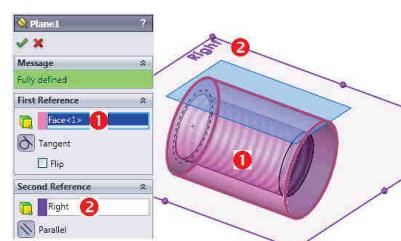
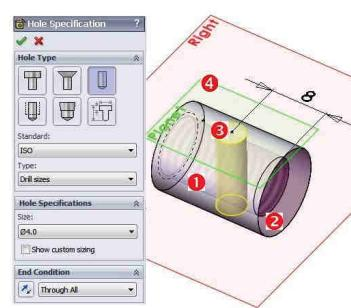

Fig. 2.54
Fig. 2.55
**5 Creare plan de referință:** comanda **Plane** - Fig. 2.54 –
**First Reference:** selecție față ① / activare tangentă / **Second Reference:** selecție plan **Right** / activare constrângere de paralelism / .
**6 Generare gaură φ4:** comanda **Hole Wizard** - Fig. 2.55
• **Positions** - activare caseta **Positions** / click pe față ①/ tasta ESC / cu tasta Ctrl selecție **Plane1** ④ și markerul găurii \* ③/ impunere constrângere **On Plane** / / preluare comanda **Smart Dimension** / cotare 8 mm între markerul găurii \* ③ și față ② / .
**5 Creation of the reference plane:** the **Plane** command - Fig. 2.54 –
**First Reference:** select the face ① / activate tangent constraint / **Second Reference:** select **Right** plane / activate parallel constraint / .
**6 Creation of the φ4 Hole:** command **Hole Wizard** - Fig. 2.55
**Positions** - activate **Positions** tab/ click on face ① / press ESC / with Ctrl taste pressed select **Plane1** ④ and hole marker \* ③/ set **On Plane** constraint / / take **Smart Dimension** command / dimension 8 mm between hole marker \* ③ and face ② / .